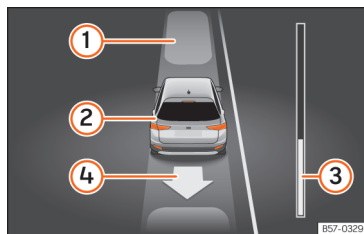

Abb. 285 Am Bildschirm des Kombi-Instruments: parallel zur Fahrbahn ausparken.
Legende zu **Abb. 285**:
7.	Die Fortschrittsanzeige » Abb. 285 ③ zeigt den zurückzulegenden Abstand an » Seite 331.